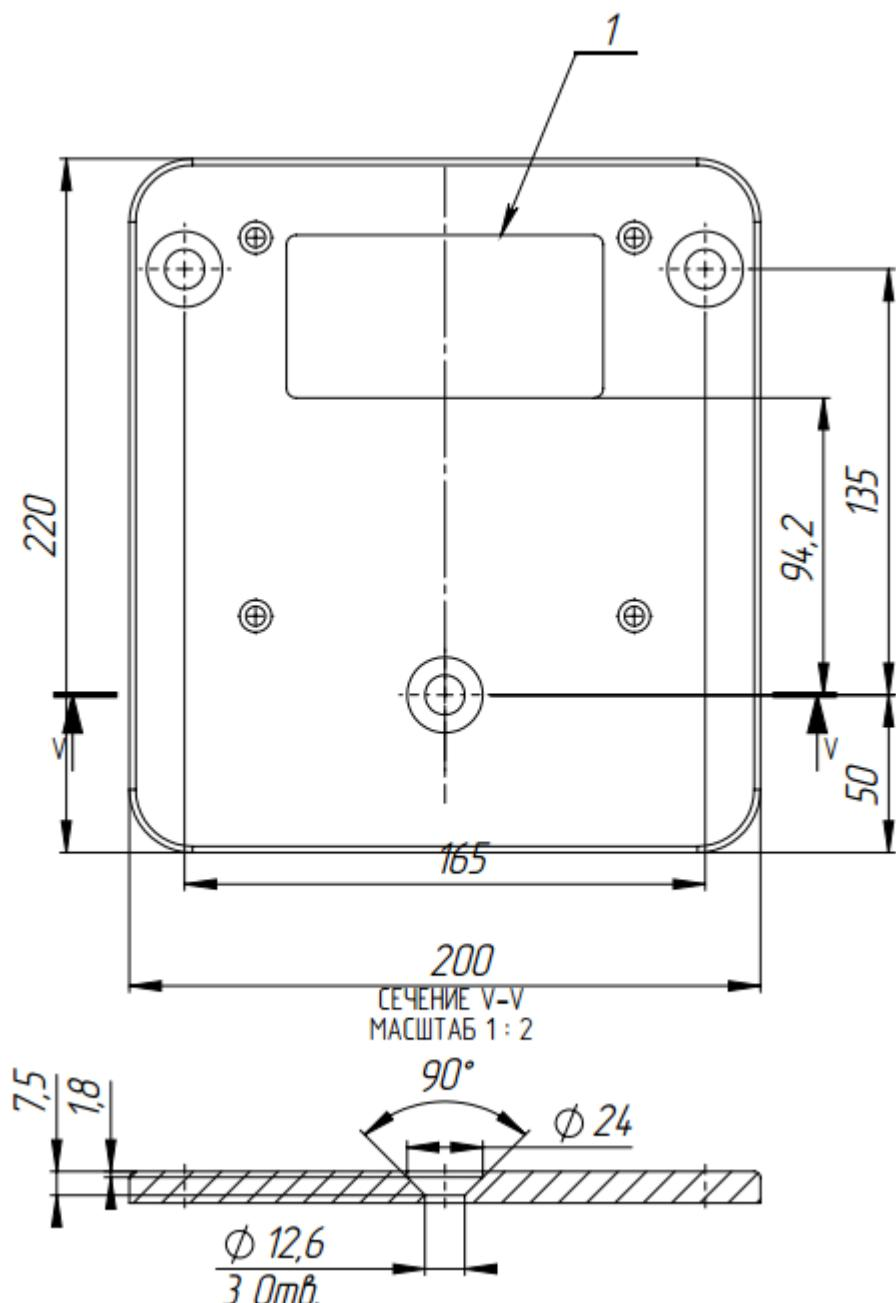

Рисунок 4 – Установочные размеры площадки турнкета
4.2.4 Рисунок 4 – подводку кабелей производить через отверстие (1) в нижней плите стойки турникета.